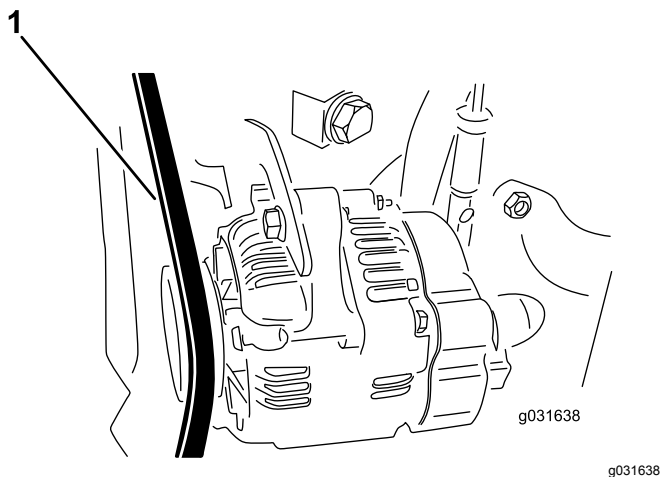

Figure 75
4. Appliquez une force de 30 N (22 po-lb) sur la courroie d'alternateur, à mi-chemin entre les poulies (Figure 75).